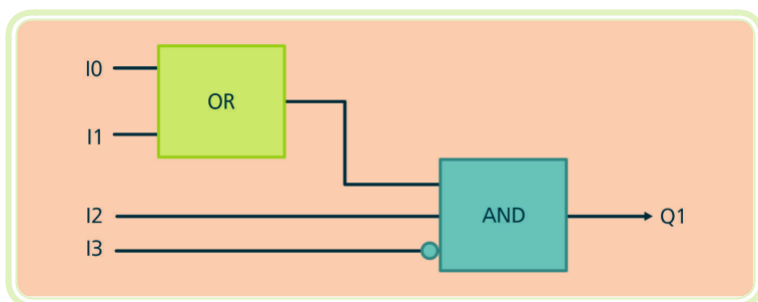

Figura 40: Exemplo da linguagem por diagrama de blocos.
- **Diagrama de blocos** – esta é uma linguagem composta de uma série de símbolos gráficos clássicos da lógica combinatória. É a mais usada pelos técnicos com experiência em eletrônica digital. A representação gráfica feita através de portas lógicas. A figura 39 mostra um exemplo da linguagem o qual desempenha a mesma função do exemplo da Figura 40.